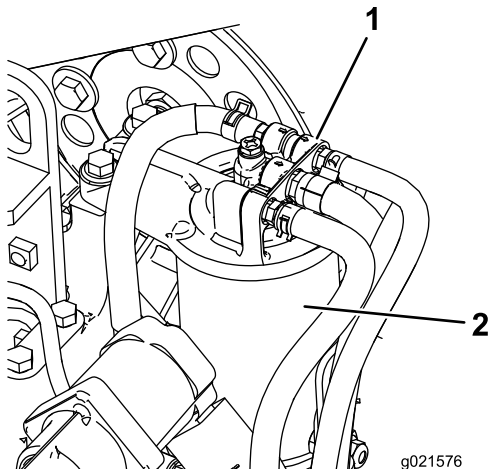

Figura 74
1. Limpie la zona alrededor de la cabeza del filtro de combustible (Figura 74).
2. Retire el filtro y limpie la superficie de montaje de la cabeza del filtro (Figura 74).